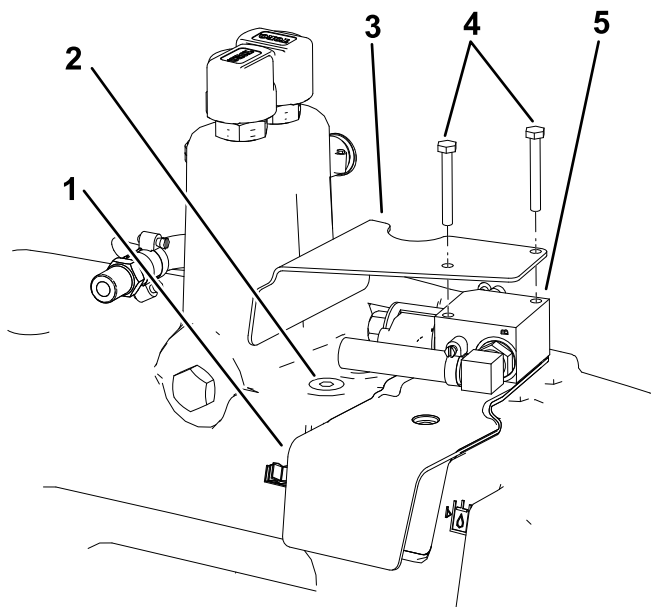

Figura 8
1. Valvola a solenoide 2. Raccordi idraulici a 90° (2)
5. Installate il raccordo idraulico a 90° bordato al serbatoio idraulico principale (Figura 8).